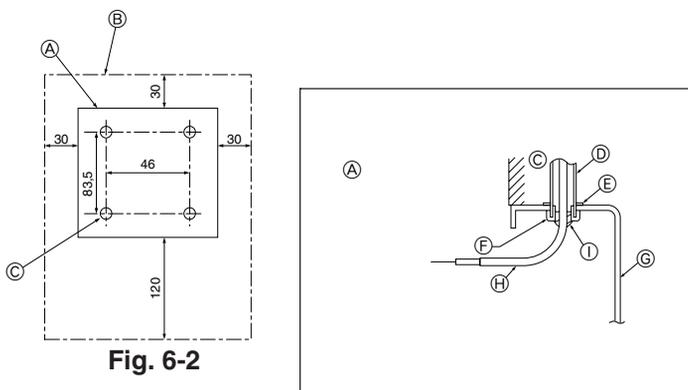

Fig. 6-2
(1) Välj installationsplats för fjärrkontrollen. (Fig. 6-2)